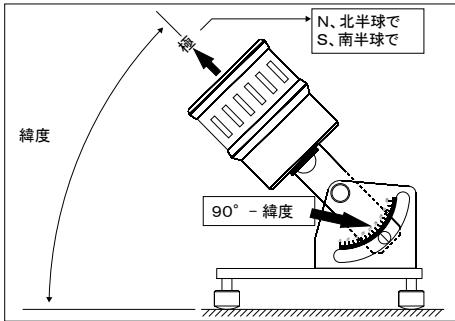
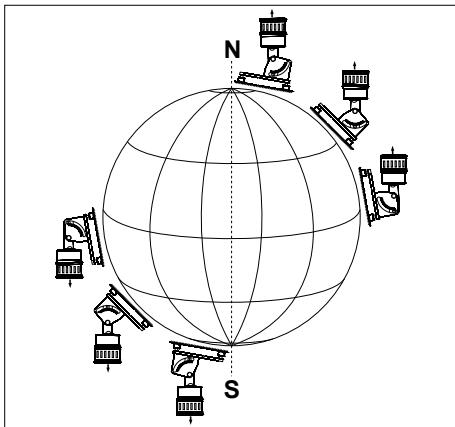

Fig.4:センサの方向決め
Fig.5:センサの方向決め
- 日照時間センサを、印がサポートの目盛の(90° -緯度)の値に合うよう傾け、センサの頭部(気泡水準器のある部分)を、センサを北半球で使用する場合は北極に、南半球で使用する場合は南極へ向けてます(Fig.4、Fig.5)。
- 日照時間センサの軸が地面に対して作る角度は取付け場所の緯度と等しくなります。このようにして、センサの軸は北-南の地軸と並行になります(Fig.5)。